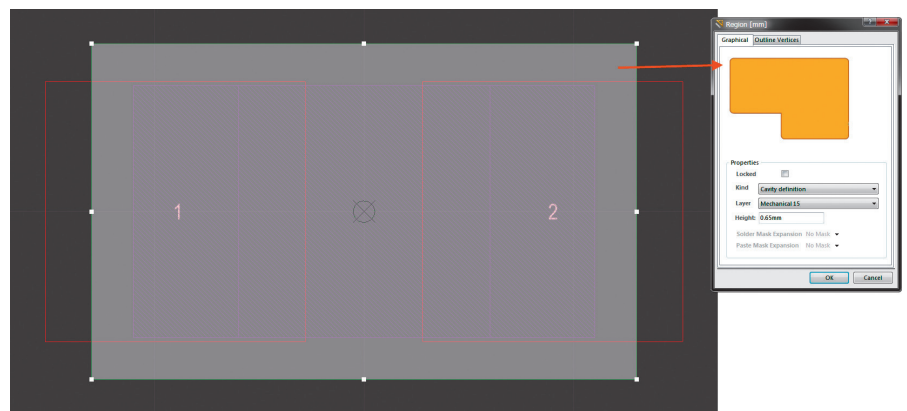

Рис.5. Определение полости, в которой будет размещен компонент
**Шаг 1** – определение геометрии полости. Компонент, помещенный внутрь платы, будет занимать там какое-то пространство, и информация об этом должна быть сформирована на стадии его создания в библиотеке. Для посадочного места необходимо нарисовать полигон (используя команду Place→Solid Region), после чего в его настройках задать следующие дополнительные параметры (рис.5):